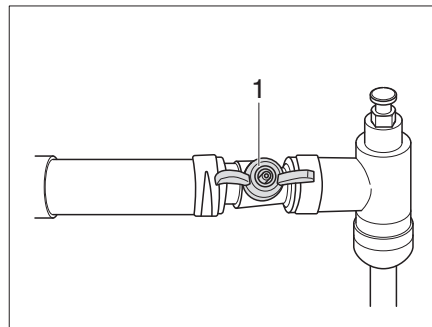

Bild 301 Absperrhahn Alde, geöffnet
- Absperrhahn (Bild 301,1) quer zur Rohrleitung stellen.
- Absperrhahn (Bild 301,1) parallel zur Rohrleitung stellen.